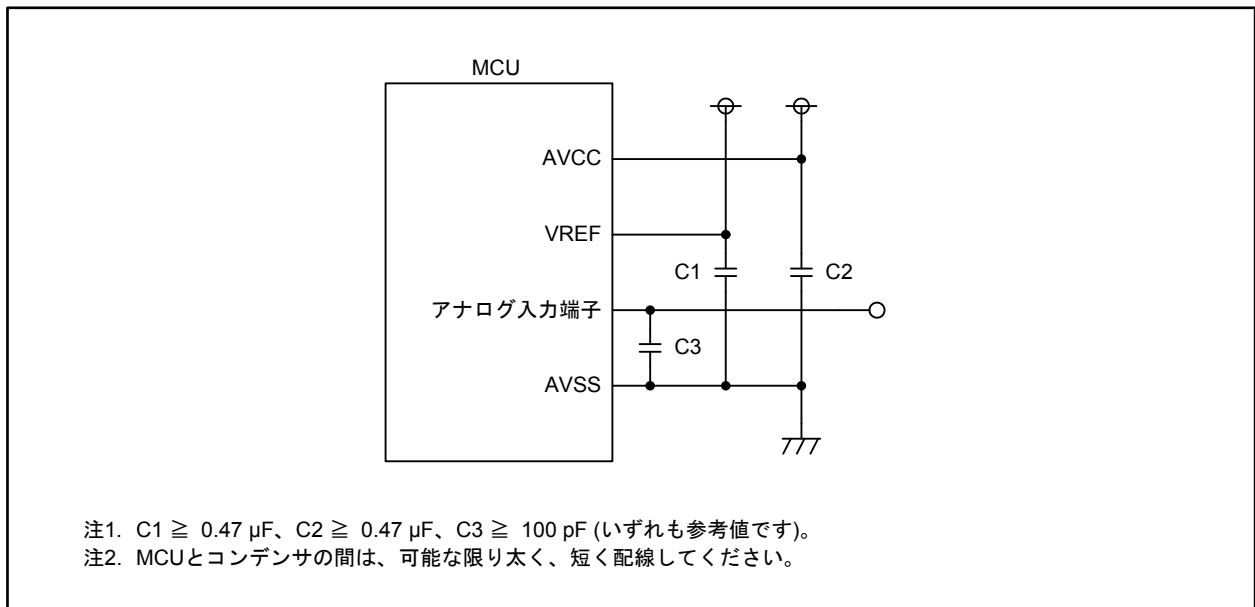

図 28.1 A/D関連端子の処理例
- ノイズによる誤動作やラッチアップの防止、または変換誤差の低減のため、AVCC端子、VREF端子、アナログ入力端子(AN_0~AN_7, AN0_0~AN0_7, AN2_0~AN2_7, AN15_0~AN15_7)とAVSS端子の間にそれぞれコンデンサを挿入してください。図 28.1に端子の処理例を示します。